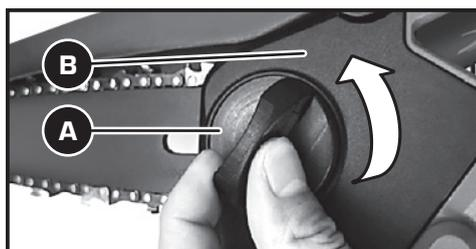
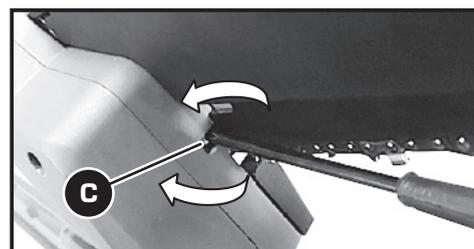

Figura 10
Figura 11
1. Tire de la palanca de bloqueo de la cadena **(A)** hacia arriba mientras presiona su borde. Gírela un poco en sentido contrario a las agujas del reloj hasta aflojar ligeramente la tapa del piñón **(B)** **(Figura 10)**. **2.** Ajuste la tensión girando el tornillo de ajuste de la cadena **(C)** en el sentido de las agujas del reloj para apretarlo, y en sentido contrario para aflojarlo **(Figura 11)**.